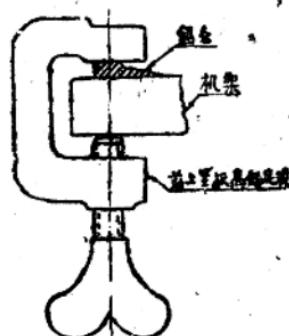

图 6
(1) 檢查邊鐵螺絲是否有松动，加以旋紧。
(2) 从鋸條盤將鋸條引出，用两个前上罩板高低定規夾住，將鋸條头端銼成斜面長約 8~10 吋(图 6)，并将鋸條另一面用銼刀打光約一周，以便焊錫。